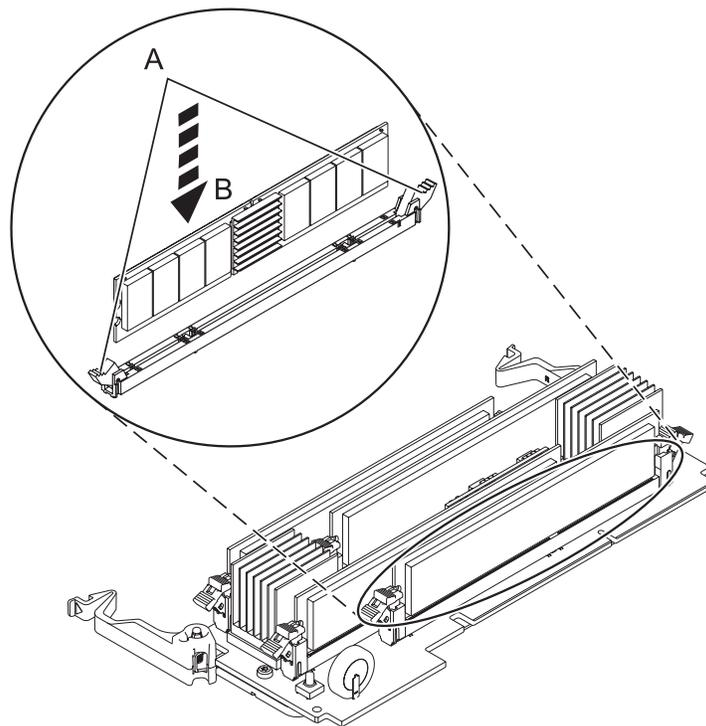

Abbildung 5. Speichermodul installieren
13. Achten Sie darauf, dass die Verriegelungszungen (A) des Anschlusses nach außen in die entriegelte Position gedrückt sind (siehe Abb. 5), bevor Sie ein neues Speichermodul einsetzen.
14. Fassen Sie das Speichermodul vorsichtig an Kante (B) an und richten Sie es an dem Anschluss aus.